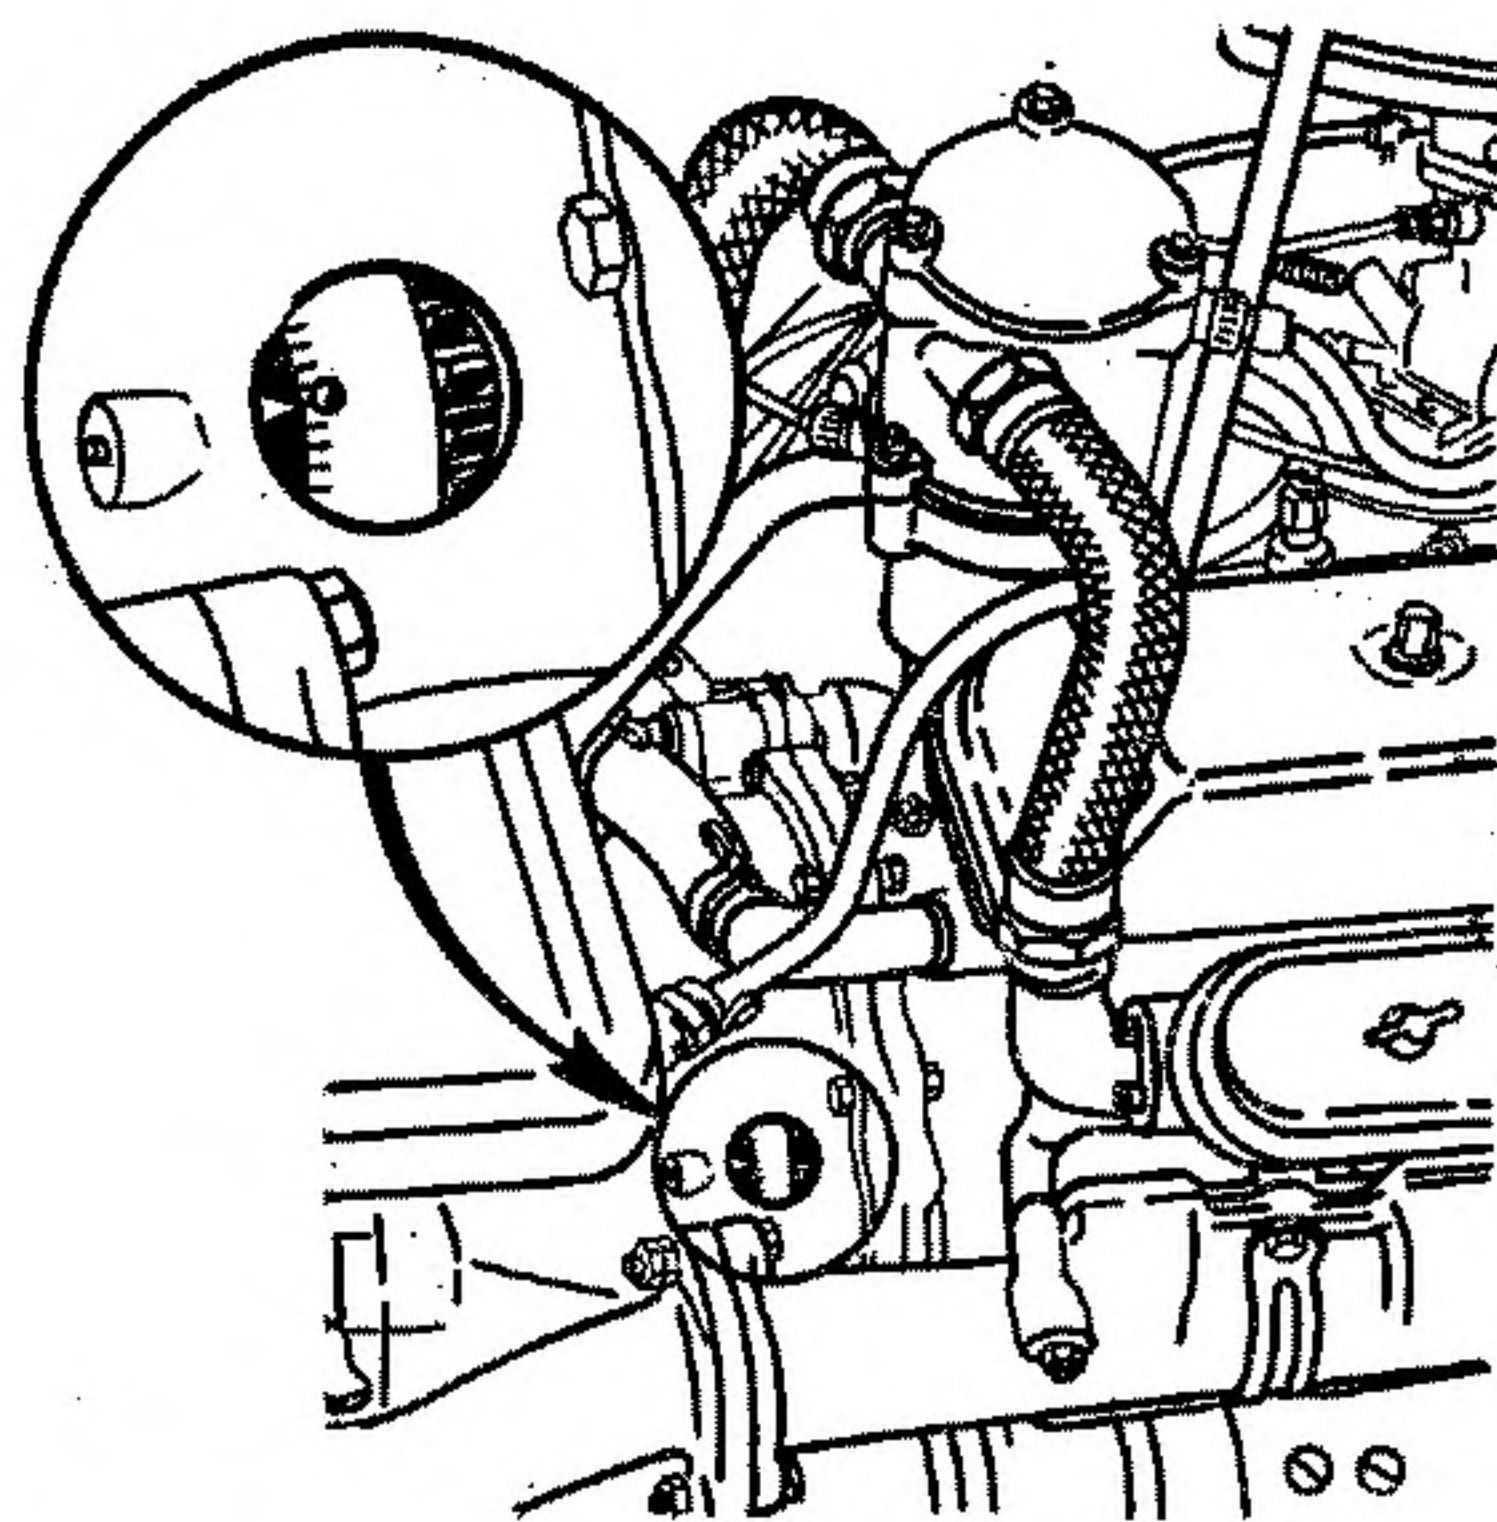
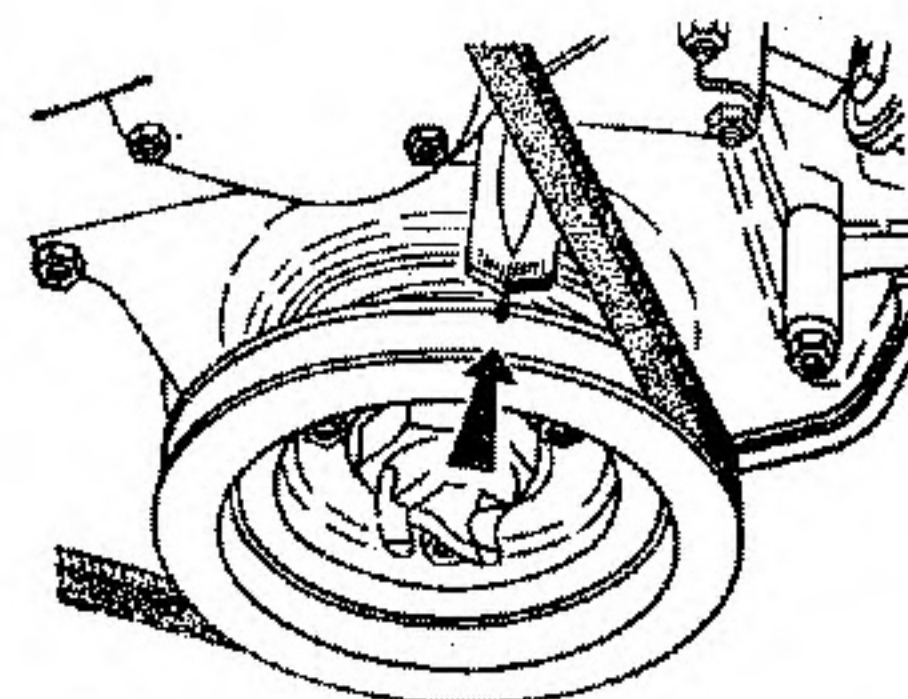

Рис. 21. Установка коленчатого вала в положение в.м.т. на автомобиле ГАЗ-66-11
Рис. 22. Установка коленчатого вала в положение в.м.т. на автомобиле ГАЗ-53-12
4. Убедившись, что сжатие началось, осторожно проворачивать коленчатый вал до совпадения указателя на картере сцепления с шариком, зачеканенным в маховик (рис. 21), а у автомобиля ГАЗ-53-12 — до совпадения риски на шкиве коленчатого вала с центральной риской указателя в.м.т. (рис. 22). При положении поршня первого цилиндра в в.м.т. такта сжатия впускной и выпускной клапаны полностью закрыты.